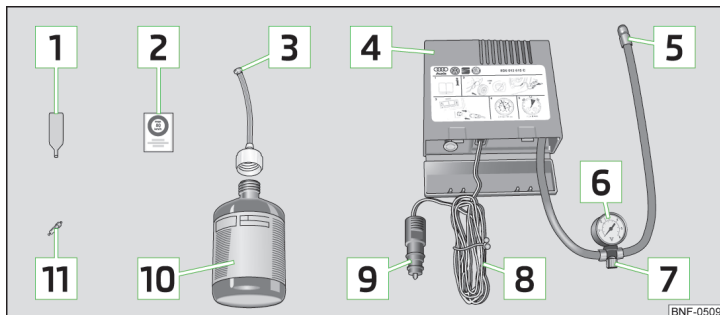

Fig. 114 Havarisættets dele
Sættets dele » Fig. 114
- Klæb den pågældende mærkat **[2]** » Fig. 114 på side 127 på instrumentpanelet i førerens synsfelt.
- Ryst flasken med dæktætningsmiddel **[10]** » Fig. 114 på side 127 nogle gange kraftigt frem og tilbage.
- Skru luftkompressorens påfyldningsslange **[5]** » Fig. 114 på side 127 fast på dækventilen.